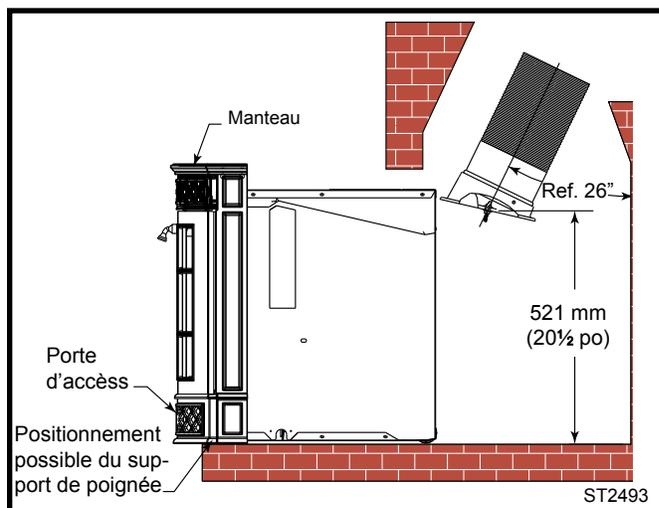
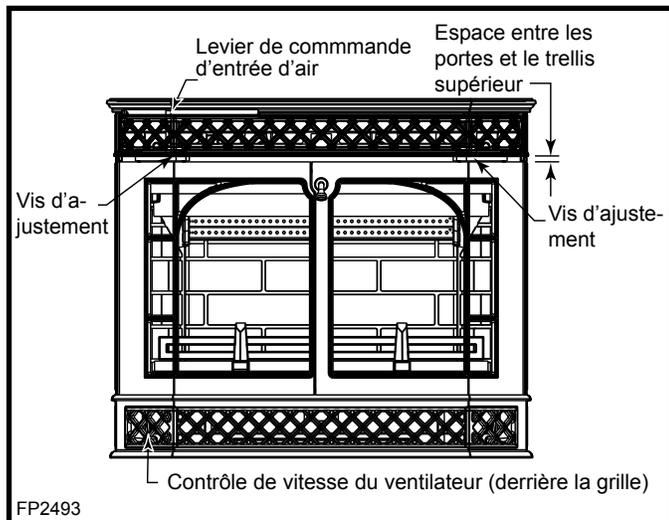

Fig. 7 Hauteur mesurée depuis la surface finie de l'âtre au centre de la poignée de rabattement du collier.
Fig. 9 Commandes du grand format d'insert Merrimack.
4. Acheminer le fil de courant de la soufflante. Faire parvenir le fil électrique au coin droit ou gauche de l'insert. Retirer les deux (2) portes d'accès ou de ventilation (Fig. 7). Retirer les vis et les rondelles se trouvant de chaque côté du porte-cendre pour le libérer de la façade. Si vous acheminer le fil électrique depuis le côté gauche, retirer les deux (2) vis retenant le sup-
5. **Installer le manteau et la porte d'accès.** Pour les unités d'émail : retirer le manteau préemballé de son emballage et installer les deux (2) supports sur la face intérieure du manteau en utilisant quatre (4) ¼-20 x ¾" à tête de Phillips déjà installé dans le manteau. Les supports se retrouvent dans l'intérieur de l'unité. Retirer les vis et les utiliser pour fixer les supports. Pour les unités classique en noir : retirer la sangle cravate tenant le manteau en place. Les supports sont déjà attachés à le manteau. Déballer les deux (2) portes d'accès pré-assemblées et ajuster-les en place. Si l'espace entre les portes et le treillis supérieur est inégal, tirer le manteau des portes vers l'extérieur et ajuster la position du treillis supérieur. Visser les deux (2) vis d'ajustement qui touche la façade vers le haut ou vers le bas au besoin. (Fig. 9)
8. **Joindre le collier de conduite de cheminée :** Depuis l'intérieur de l'ouverture du foyer, tirer sur la poignée de rabattement du collier et aligner les deux (2) tiges filetées de ¼" situées sur le dessus du foyer. Il est important de faire attention de ne pas déplacer le joint d'étanchéité scellant le collier avec le dessus du foyer. Serrer les deux (2) écrous ¼".
10. Installer le support de rangement de la poignée en glissant simplement l'extrémité plate sous le côté droit ou gauche du foyer. (Fig.7)
Toutes les commandes du grand format d'insert Merrimack se trouvent à portée de main à l'avant. (Fig. 9)
La figure 9 montre le système de contrôle automatique. Pousser le levier de commande d'entrée d'air complètement vers la gauche. En poussant ce levier un autre pouce vers la gauche, l'obturateur d'air s'ouvrira (le levier reviendra automatiquement lorsque vous le relâcherez). L'obturateur restera ouvert seulement jusqu'à ce qu'il atteigne une température d'opération appropriée. Une fois ouvert, le levier de commande d'entrée d'air peut être ajusté à n'importe quelle position. Lorsque le foyer se réchauffe à sa température de fonctionnement appropriée, vous entendrez un bruit confirmant que l'obturateur s'est refermé. Une fois l'obturateur fermé, le foyer est contrôlé entièrement à l'aide de la commande d'entrée d'air primaire.